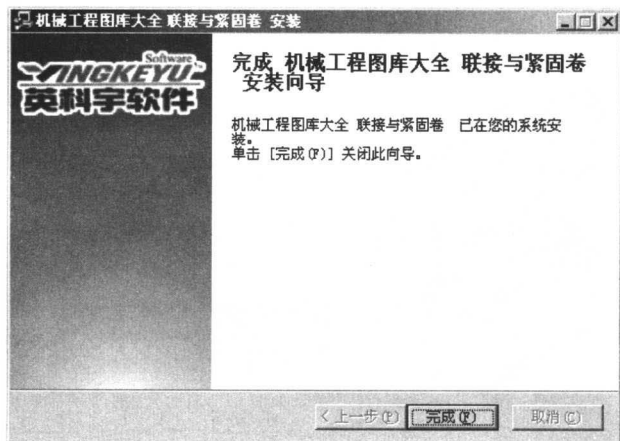

图 1-4 “安装完成”对话框
(4) 安装完毕后, Windows 桌面上将会生成名为“联接与紧固”的图标, 并弹出如图 1-4 所示的“安装完成”对话框, 表示该软件已经安装成功。如果没有出现上述提示, 则表明安装程序没有正常执行完毕, 建议重新安装。